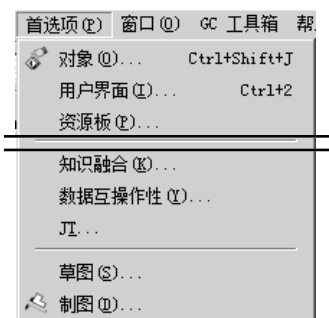

图 2.2.1 “首选项”下拉菜单
(1) **首选项(P)**下拉菜单：主要用于在创建工程图之前对制图环境进行设置，如图 2.2.1 所示。